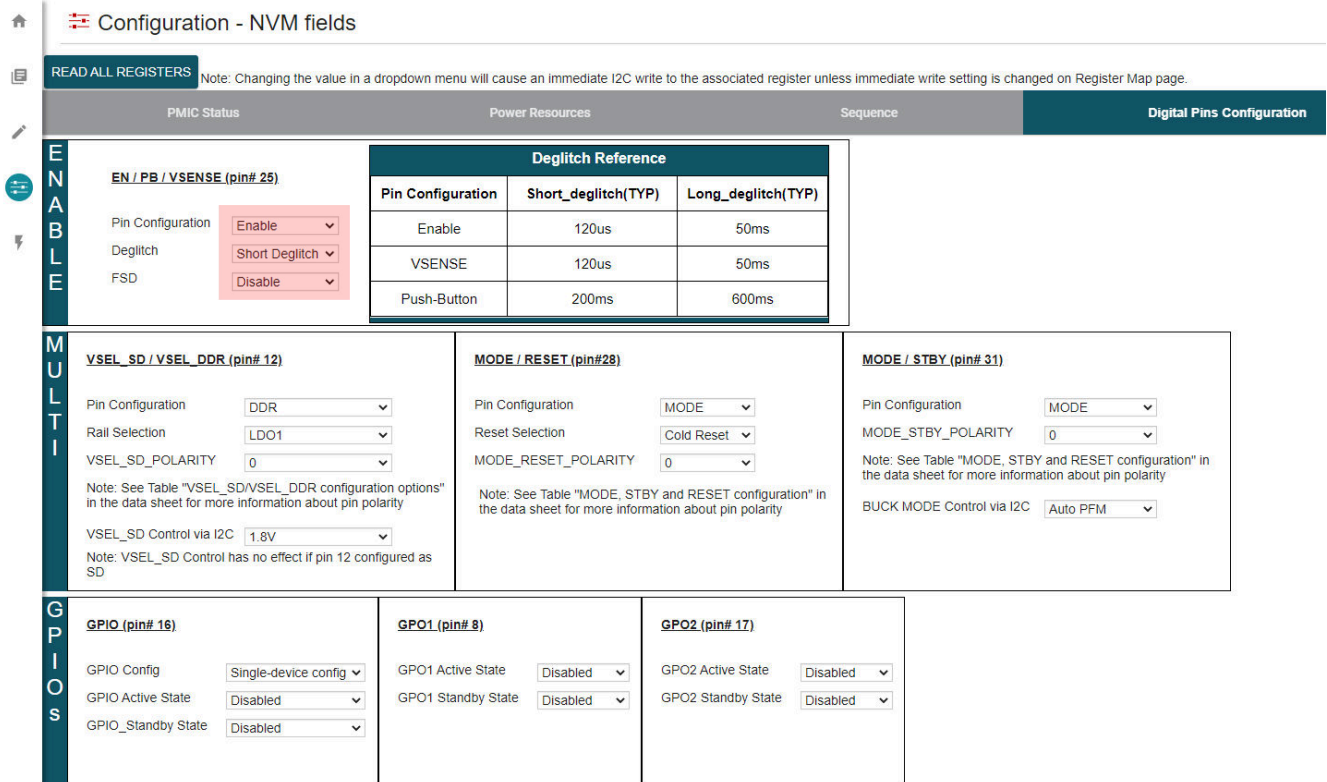

图 4-8. 使用 TPS65219-GUI 的 EN/PB/VSENSE 配置
- 图 4-8 显示了使用 TPS65219-GUI 时需要更改的设置。